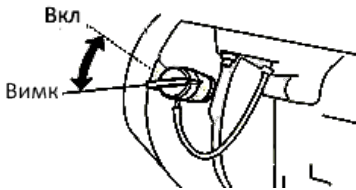

Рисунок 14
- 3) Поверніть вимикач запалення у положення "Он" (рисунок 14);